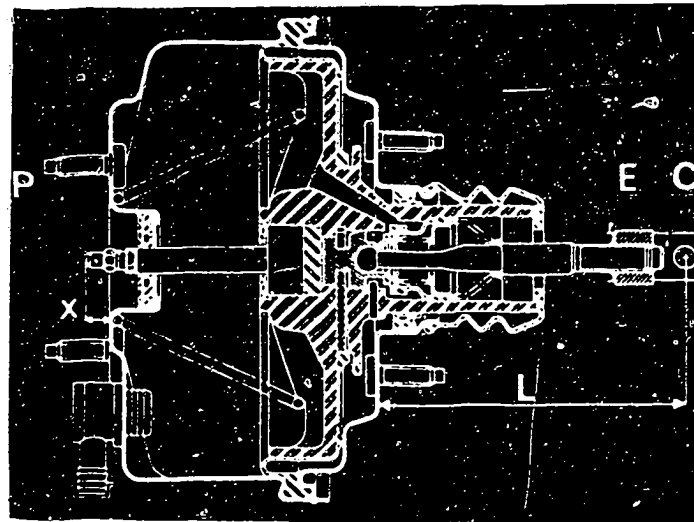

Bild 42 Wichtige Masse beim Einbau des Hauptbremszylinders und des Bremskraftverstärkers:  $L = 105\text{ mm}$ ,  $X = 9\text{ mm}$ .
a) Beim Einbau des **Hauptbremszylinders** oder des Bremskraftverstärkers sind die Länge der Stößelstange zu messen (Bild 42).